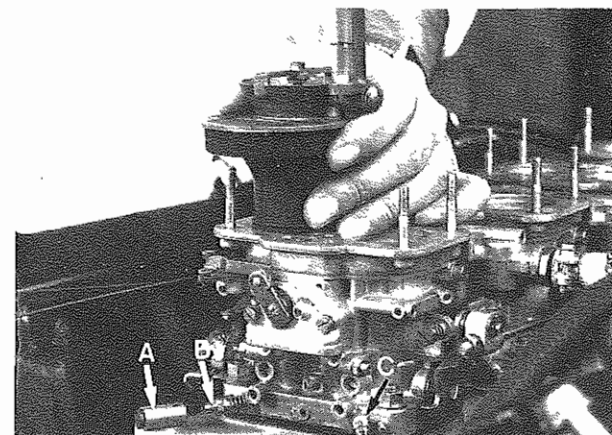

Fig. 15 - A - Cappuccio minimo inviolabile
- Asportare i cappucci e regolare la miscela minimo (**Fig. 15**) rispettando il valore massimo percentuale di emissione CO (vedi pag. 3-1).
- Remove caps and adjust the idling mixture (**Fig. 15**) keeping to the max value of the CO percentage emission (see page 3-1).
- 6) Serrare completamente le viti miscela minimo, B e C (**Fig. 15**), senza forzare; svitarle di un giro e mezzo.
- 6) Lock completely idling screws B and C (**Fig. 15**), without forcing them; unlock them 1 1/2 turn.
- 4) Agire sulle viti registro miscela minimo B e C (**Fig. 15**) ed ottenere la dosatura ottimale del titolo di miscela per ogni cilindro. Effettuare il CO-Test.
- 4) Act on idling adjusting screws B and C (**Fig. 15**) obtain the best mixture strenght for each cylinder. Execute CO-Test.
- 5) Agire sulle viti registro miscela minimo B e C (**Fig. 15**) ed ottenere la dosatura ottimale del titolo di miscela per ogni cilindro. Effettuare il CO-Test.
- 5) Act on idling adjusting screws B and C (**Fig. 15**) and obtain the best mixture strength for each cylinder. Carry out CO-Test.